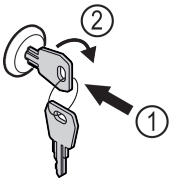

Fig. 176
- ▶ Paina avain lukkoon Fig. 176 (1).
- ▶ Kierrä avainta 90° myötäpäivään Fig. 176 (2).